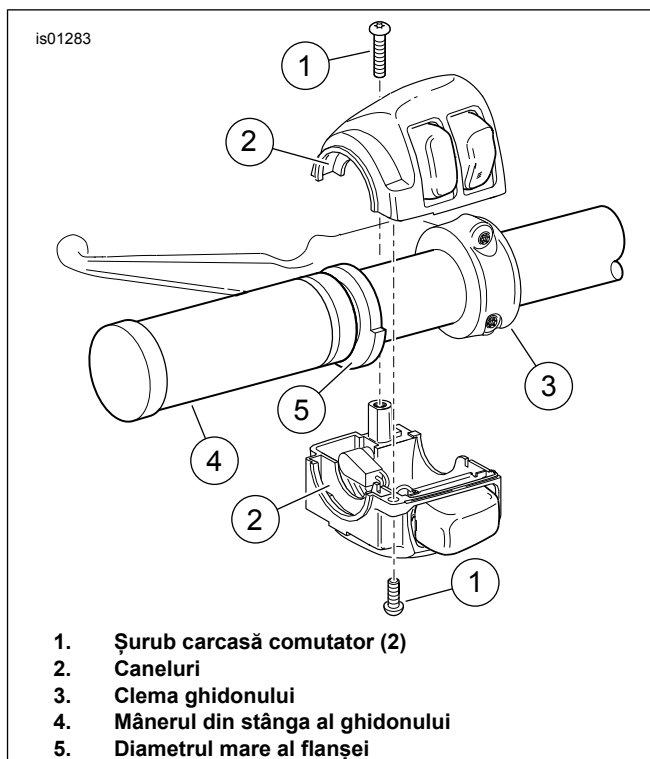

Figura 5. Carcasa comutatoarelor de pe ghidonul din stânga
3. A se vedea figura 5. Poziționați mânerul încălzit din partea stângă (4) astfel încât porțiunea cu diametrul mai mare a flanșei (5) să fie în partea de jos. Împingeți complet mânerul pe ghidon.
4. Consultați Figura 5, care afișează montarea similară a comutatorului din partea stângă. Poziționați carcasa inferioară a comutatorului sub mâner, astfel încât canelurile (2) de pe partea exterioară a carcasei comutatorului să se potrivească peste flanșa de la capătul mânerului.